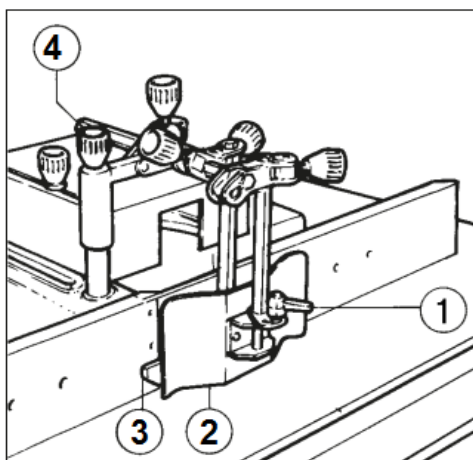

Abb. 12a
- Passen Sie die Anschlagplatten so nah wie möglich an die Werkzeuge an und justieren Sie die horizontale Holz-Drückfeder (Abb.12a,2) entsprechend der Breite des Stückes des Holzes. Passen Sie die vertikale Holz-Druckschuh (Abb.12a,3) entsprechend der Höhe des Stückes von Holz, das bearbeitet wird, aber vergewissern Sie sich, dass das Holz so nah wie möglich an die Anschlagplatte platziert wird.